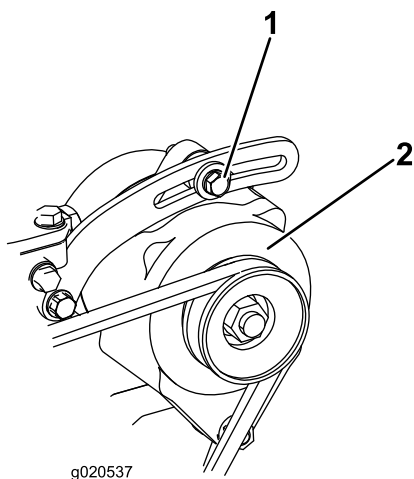

Figura 61
Compruebe la condición y la tensión de las correas (Figura 61) cada 100 horas de operación.
2. Si la desviación no es de 10 mm (3/8"), afloje los pernos de montaje del alternador (Figura 61). Aumente o reduzca la tensión de la correa del alternador y apriete los pernos. Verifique de nuevo la desviación de la correa para asegurarse de que la tensión es la correcta.